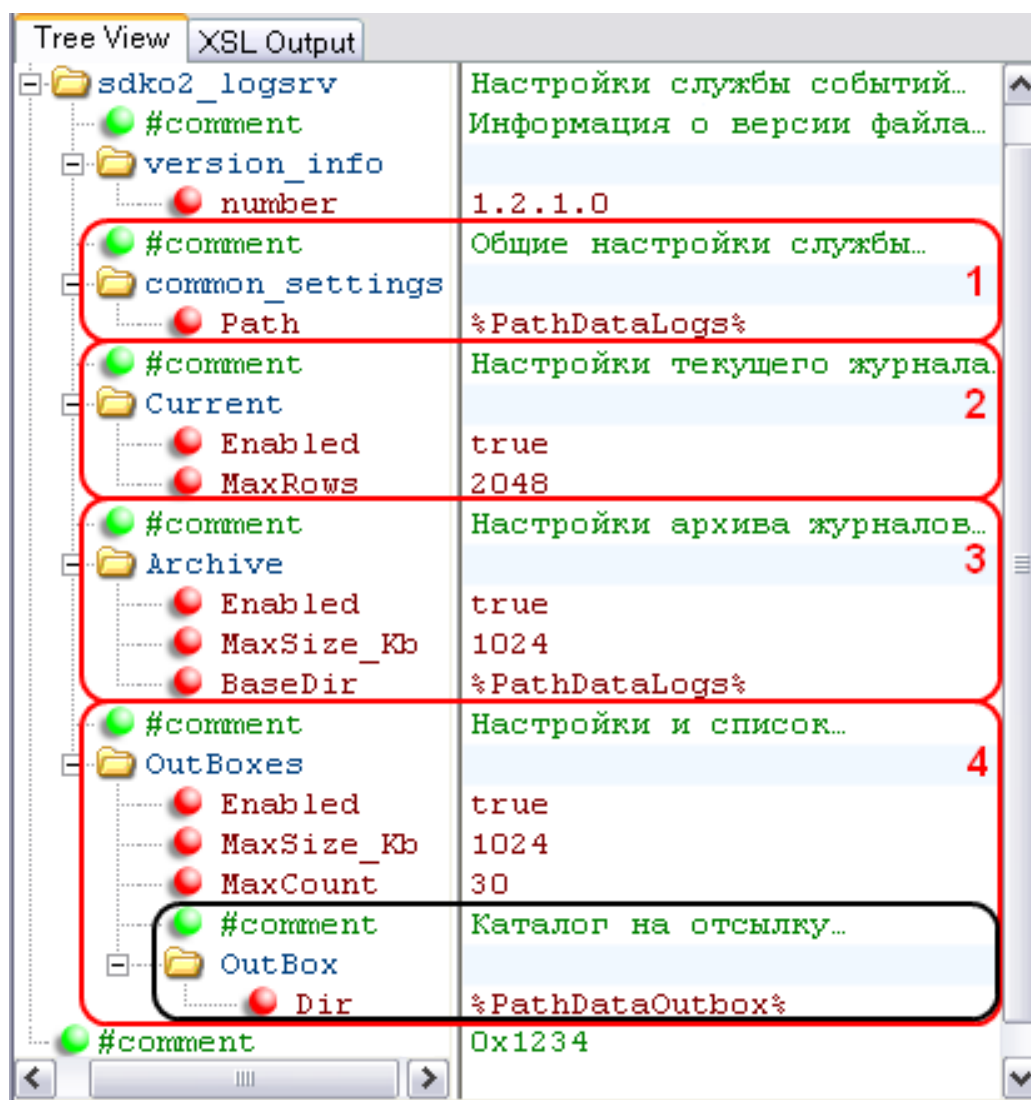

Рис. 73. Настройка журнала событий системы
- `<common_settings>` – общие настройки службы событий (Рис. 73. Настройка журнала событий системы [1]). Узел содержит атрибут «Path» – полный путь к файлам текущих журналов событий. По умолчанию установлено значение: «C:\ASTD-2\Data\Logs». В каталоге может находиться до 3-х файлов журналов (зависит от настроек):
- **<Current>** – настройки текущего журнала событий ([Рис. 73. Настройка журнала событий системы \[2\]](#)). Узел содержит следующие атрибуты:
- **<Archive>** – настройки архива журналов событий ([Рис. 73. Настройка журнала событий системы \[3\]](#)). Узел содержит следующие атрибуты:
- **<OutBoxes>** – настройки списка каталогов для отправки ([Рис. 73. Настройка журнала событий системы \[4\]](#)). Узел содержит следующие атрибуты: